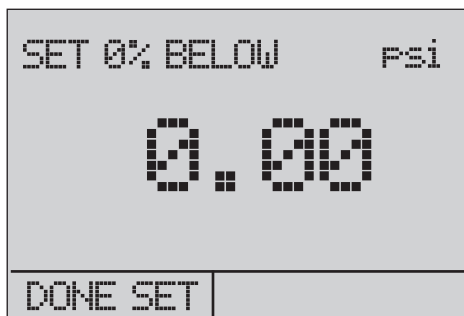

图 33.% 误差屏幕
- 利用箭头键设置测量范围的下限，完成设置时选择 **DONE SET**（完成设置）。此时可以使用 **"%-ERROR"**（% 误差）模式。请参见图 33。